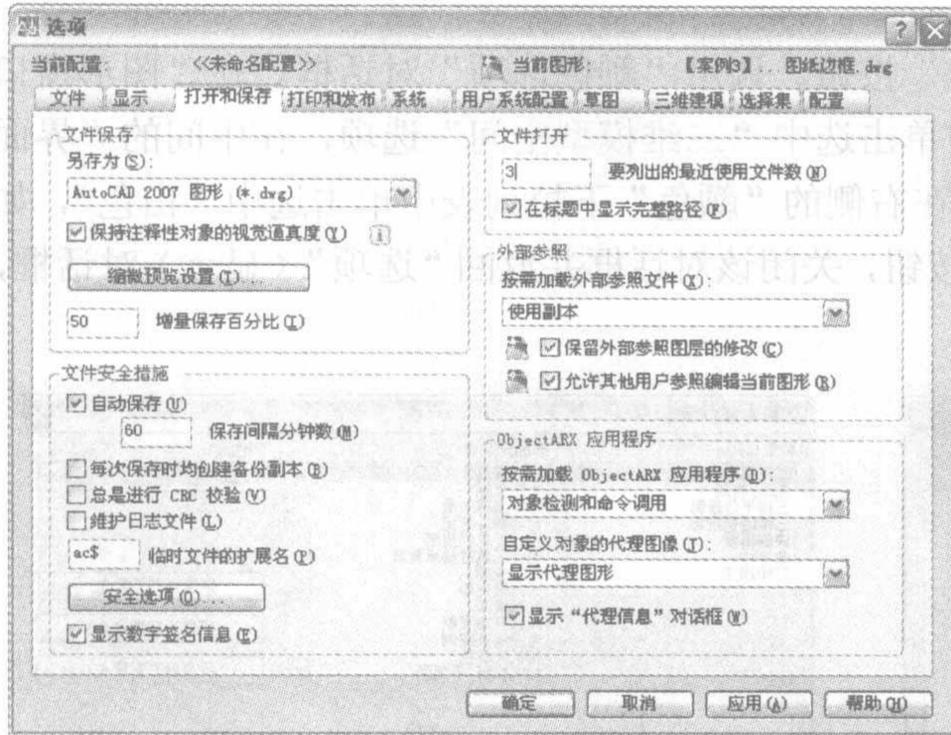
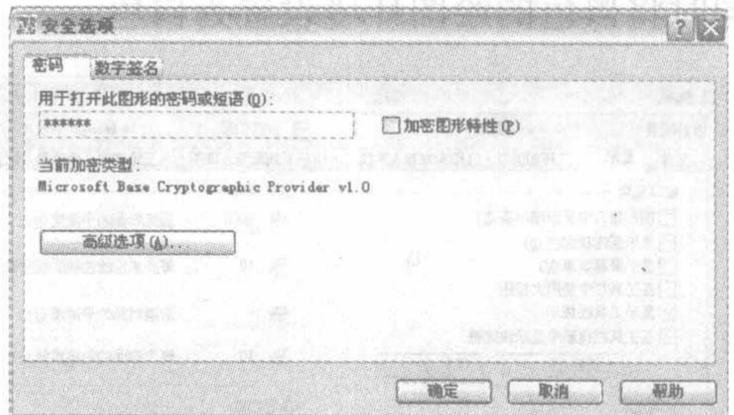

图 1-1-10 “选项”（打开和保存）对话框
图 1-1-11 “安全选项”对话框
(1) 在“选项”对话框中单击“打开和保存”标签，打开“打开和保存”选项卡的设置内容。在该选项卡中可以对文件保存的版本、自动保存的时间、最近打开文件的数目等进行设置，如图 1-1-10 所示。
(2) 在“文件安全措施”区域，单击选中“自动保存”复选框，并将其下的“保存间隔分钟数”设置为 60，表示每 1 小时，文件自动备份一次；再取消“每次保存时均创建副本”复选框的选择，单击“应用”按钮，完成自动保存时间的设置。
(3) 在“文件安全措施”区域，单击“安全选项”按钮，调出“安全选项”对话框。在该对话框“用于打开此图形的密码或短语”下的文本框中，输入所需的密码，如图 1-1-11 所示。